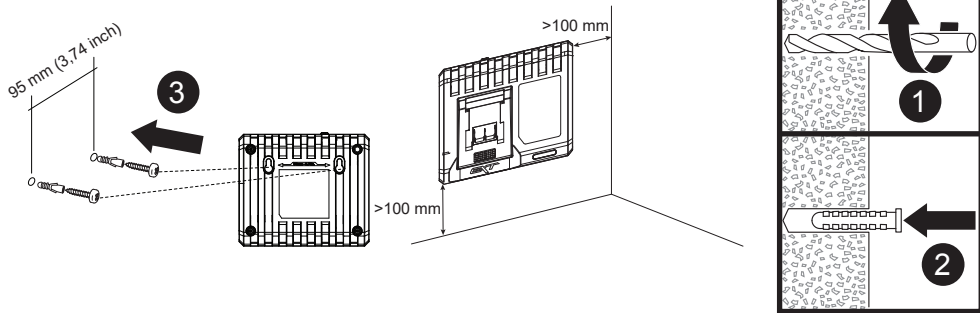

Fig. 1
Installer deux vis (non fournies) avec un espacement de 95mm (3,74 pouces) sur le mur, puis suspendre le chargeur aux vis en les faisant passer dans les deux trous de montage mural à l'arrière du chargeur (1). Veiller à maintenir une distance minimale de 10cm entre l'appareil et les murs ou tout autre objet de tous les côtés pour assurer une bonne circulation de l'air (Fig. 1).